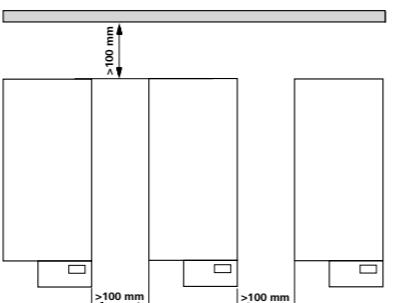

Fig. 2
- Upoštevajte najmanje razdalje med napravami, med napravo in steno ter nad sestavljenim napravo (najmanj 800 mm), (Fig. 2).